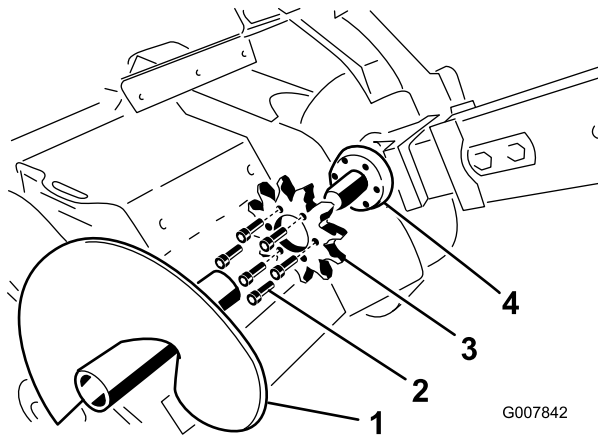

Figura 61
3. Retire el sinfín (Figura 61).
8. Retire los seis pernos que sujetan el piñón de arrastre (Figura 61).
9. Retire y deseche el piñón de arrastre (Figura 61).
10. Limpie la superficie de montaje del piñón en la zanjadora (Figura 61).
11. Deslice el nuevo piñón sobre el eje (Figura 61).
12. Enrosque los seis pernos que sujetan el piñón de arrastre con la presión de los dedos solamente (Figura 61).